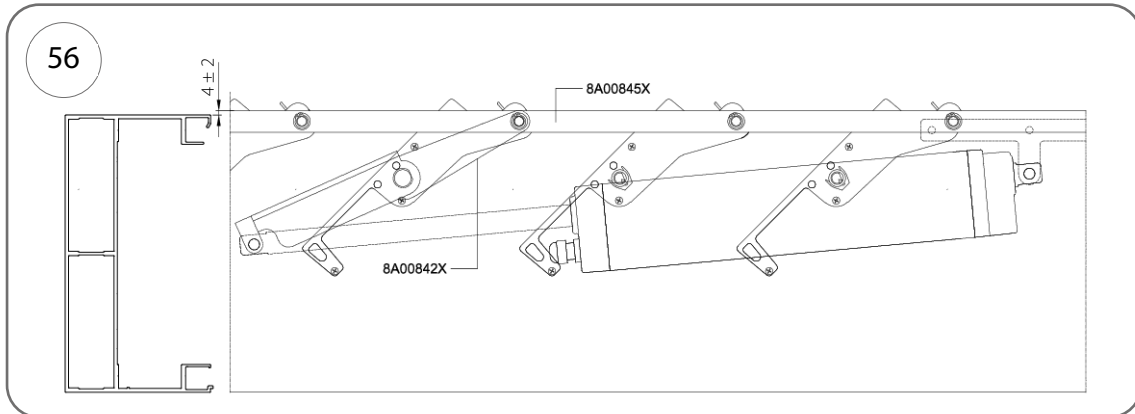

Abb. 56
2. Stellen Sie die Endposition „offen“ gemäß Abb. 56 ein.